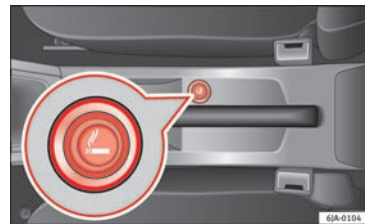

Fig. 150 Midterkonsol: lighter
Lighteren er placeret i midterkonsollen foran » Fig. 150.
- Tryk lighterens knap ind » Fig. 150.